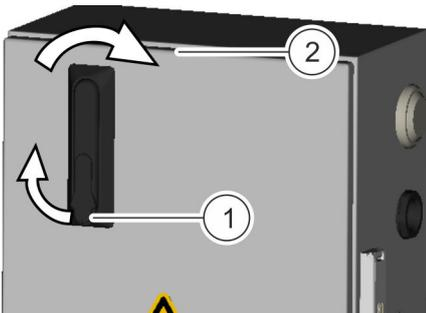

Abb. 35: Gehäusetür öffnen
2. Gehäusetür öffnen. Dazu den Schwenkhebel erst ausklappen (Abb. 35/1) und anschließend im Uhrzeigersinn drehen (Abb. 35/2).